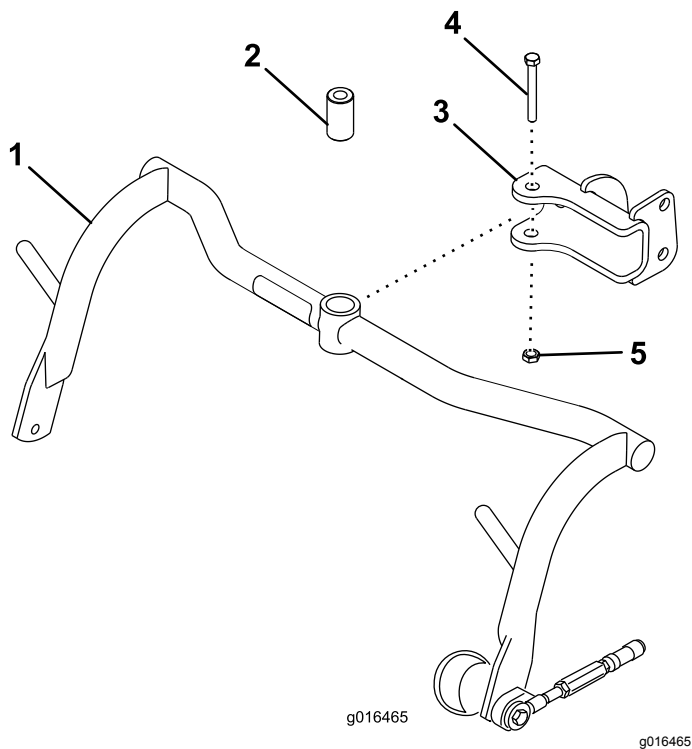

Figura 8
1. Montate un gruppo telaio portante su ciascun perno con testa con un distanziale, un bullone ($\frac{1}{2}$ " x $3\frac{1}{4}$ ") e un dado di bloccaggio ($\frac{1}{2}$ "); fate riferimento a Figura 8. Serrate a una coppia di 91 a 113 N·m.